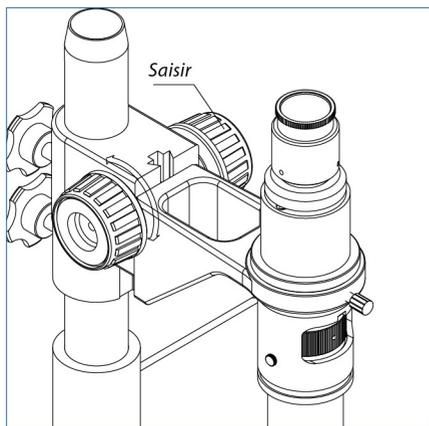

Fig. 1
- Pour régler la tension de mise au point, saisissez un bouton et tournez l'autre bouton. La tension dépend du sens de rotation du bouton: serré dans le sens des aiguilles d'une montre, desserré dans le sens inverse des aiguilles d'une montre. (voir fig.1)